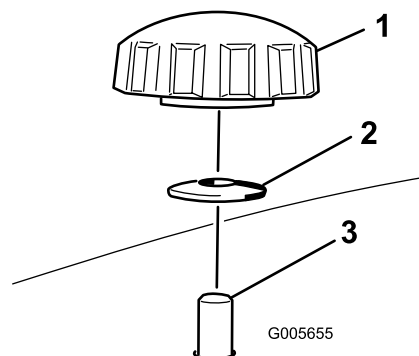
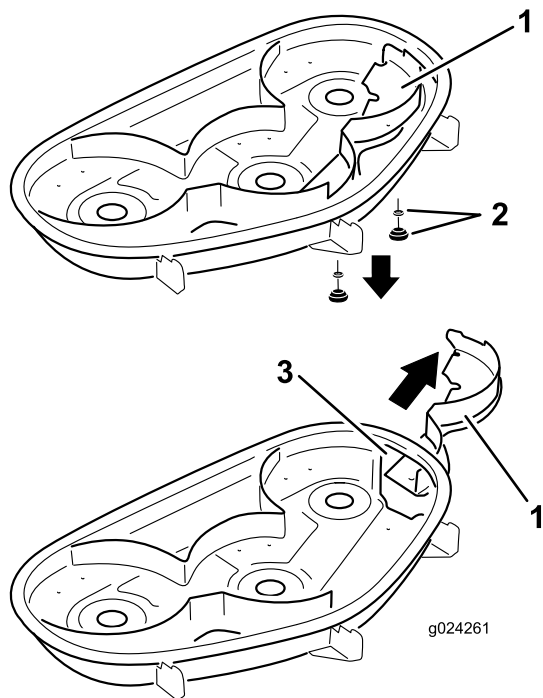

Bild 16
Bild 17
4. Nehmen Sie die beiden Handräder und die Wellenscheiben ab, mit denen das rechte Ablenkblech am Mähwerk befestigt ist (**Bild 16**).
5. Nehmen Sie das rechte Ablenkblech ab und senken Sie das Grasablenkblech über der Auswurfkanalöffnung ab, wie in **Bild 16** und **Bild 17** dargestellt.
5. Schieben Sie das rechte Ablenkblech unter das Mähwerk und befestigen Sie es mit zwei Handrädern und Wellenscheiben (kappenförmige Seite zum Mähwerk), wie in Bild 16 und Bild 17 abgebildet.